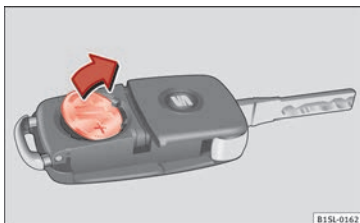

Fig. 100 Chiave del veicolo: togliere la batteria.
- Estrarre la batteria dal vano con un oggetto fino adatto » fig. 100.
- Posizionare la batteria nuova nel vano, premendola come indicato » fig. 100, in senso contrario alla freccia » ❷.